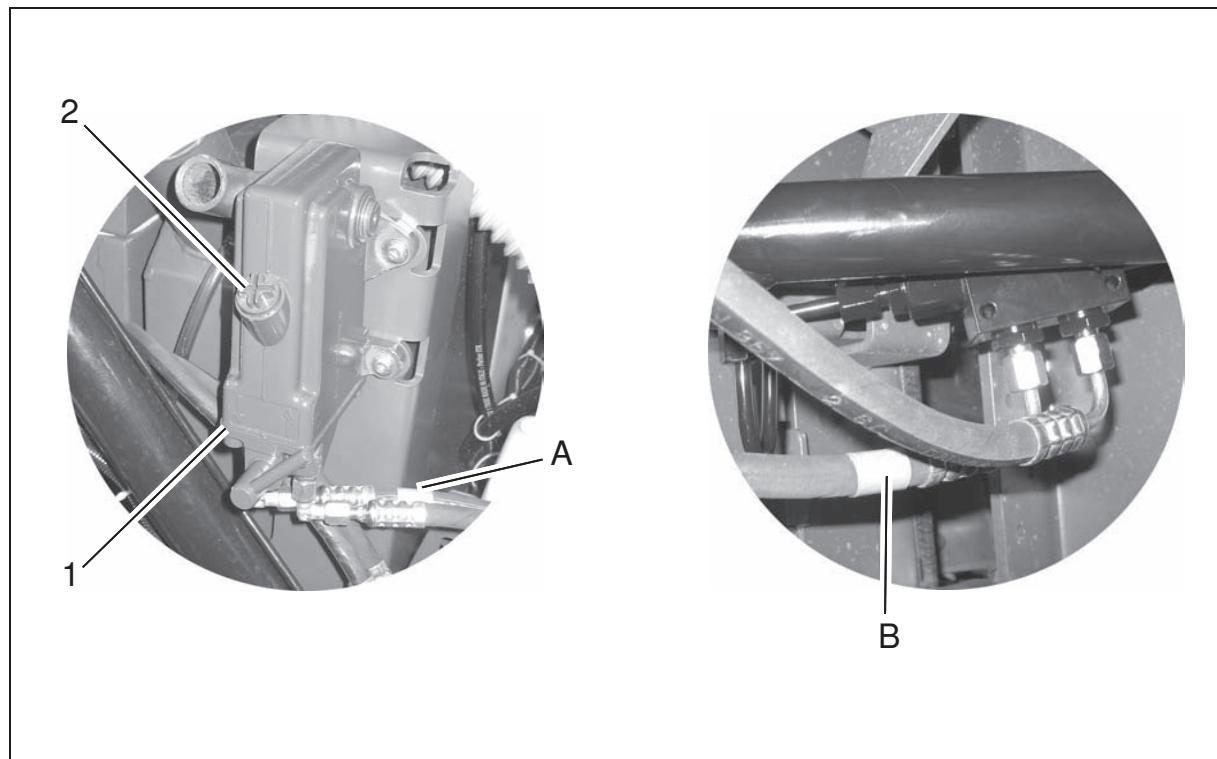

Abb.6
7. Beide Hydraulikschläuche (Abb. 6/A und B) von der Handpumpe (Abb. 6/1), unterhalb des Steuerblocks bis nach vorne zum Hydraulikzylinder (Abb. 6/2) verlegen.
9. Öleinfüllöffnung (Abb. 6/2) an der Handpumpe öffnen und Hydrauliköl z.B. von Mabiloil: DTE 25 auffüllen. Füllmenge: ca. 0,5 Liter. Ölstand: Unterkante der Einfüllöffnung.